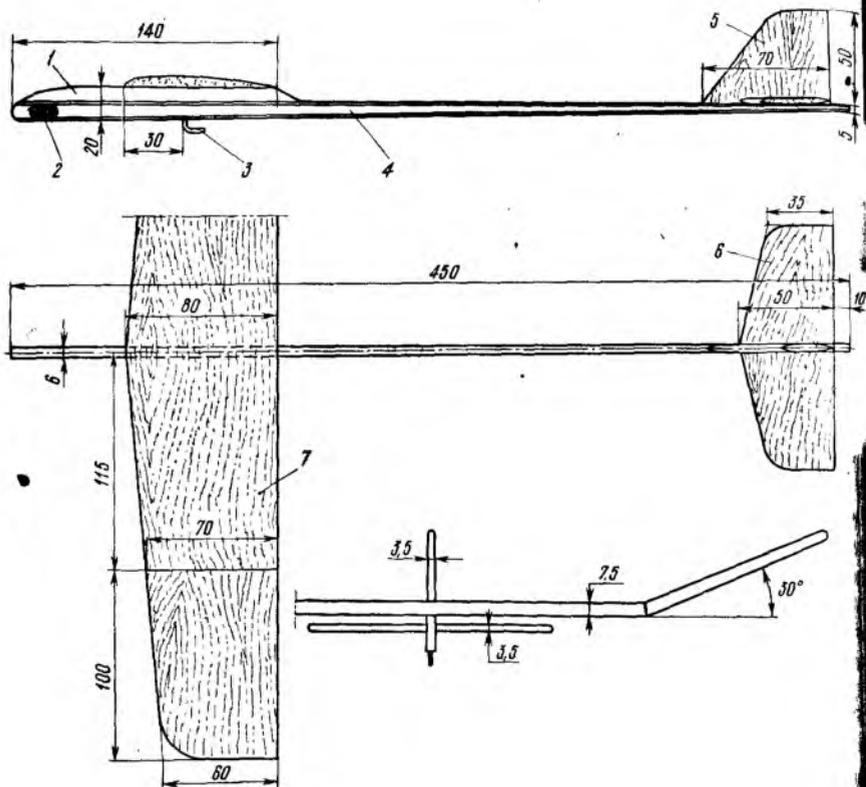

Рис. 22. Металельный планер «Старт»:
**Метательный планер «Старт»** (рис. 22) представляет собой дальнейшее развитие предыдущих моделей. У него плавные очертания концевых частей у крыла, стабилизатора и киля. Основной материал — пенопласт ПС-4-40 и клей ПВА.